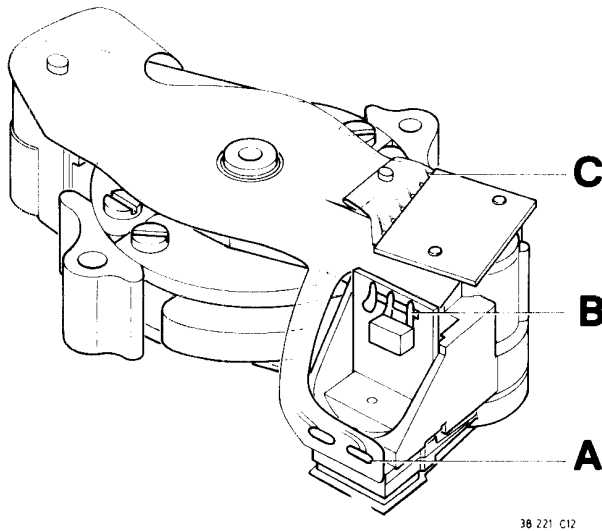

Fig. 3
- Desoldeer de aansluitingen A (zie Fig. 3) van de flexprint.
- Breng de aansluitingen A en B aan. (zie Fig. 3).